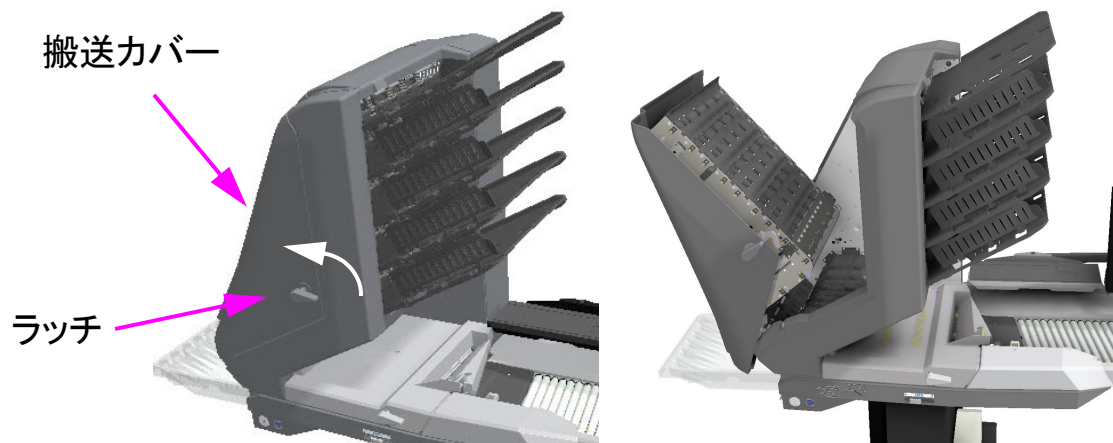

図 4-37：搬送カバーを開く
1. 搬送ラッチを反時計方向に回し、搬送カバーを引きながらスキャナから取り外します（図 4-37 参照）。